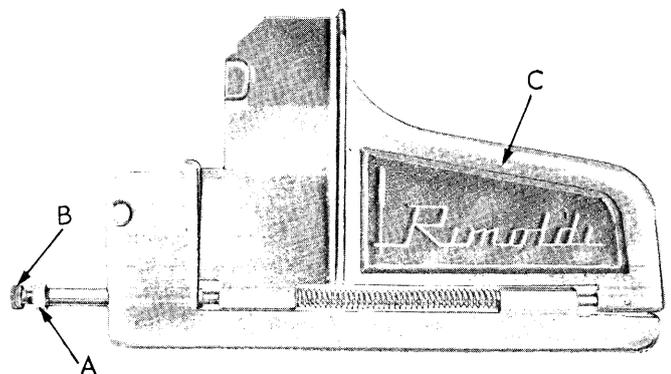

fig.19
f) Regolazione dello sportello anteriore (fig. 19)